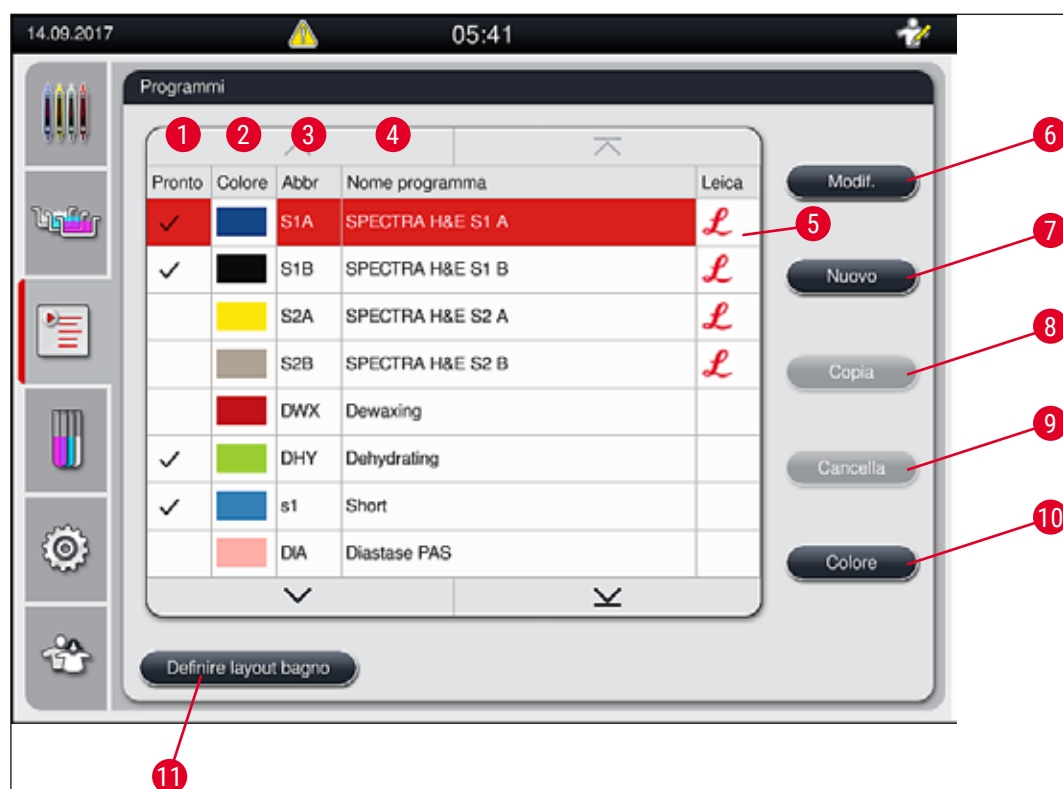

Fig. 40
- Per attribuire un colore alla maniglia del portavetrini, toccare il relativo programma nell'elenco programmi (→ "Fig. 40") e selezionarlo.
Alcuni programmi di colorazione Leica possono essere utilizzati parallelamente con diverse impostazioni (intensità di colorazione, step nel forno) (→ p. 68 – 5.9.3 **Adattamento del programma di colorazione H&E Leica**). Tali programmi sono preinstallati due volte nell'elenco dei programmi (→ "Fig. 40"). Per poter distinguere questi programmi di colorazione Leica H&E preinstallati due volte, l'elenco dei programmi mostra le abbreviazioni S1A e S1B o S2A e S2B. Tali programmi contengono esattamente gli stessi step programma. Se nel layout bagno sono integrati due programmi identici, è necessario scansionare e riempire due kit di colorazione Leica identici.